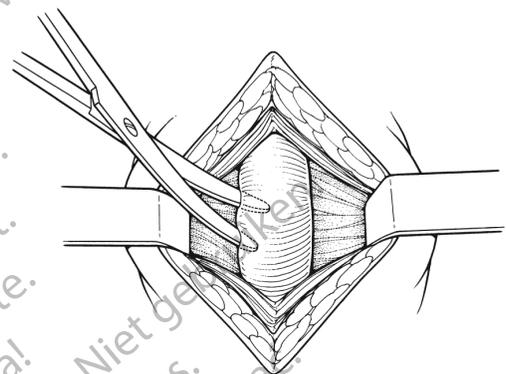

Abbildung 4-6. M. bulbocavernosus präparieren
2. Damminzision an der Mittellinie setzen und den M. bulbocavernosus um die bulbäre Harnröhre herum stumpf präparieren (**Abbildung 4-6**).